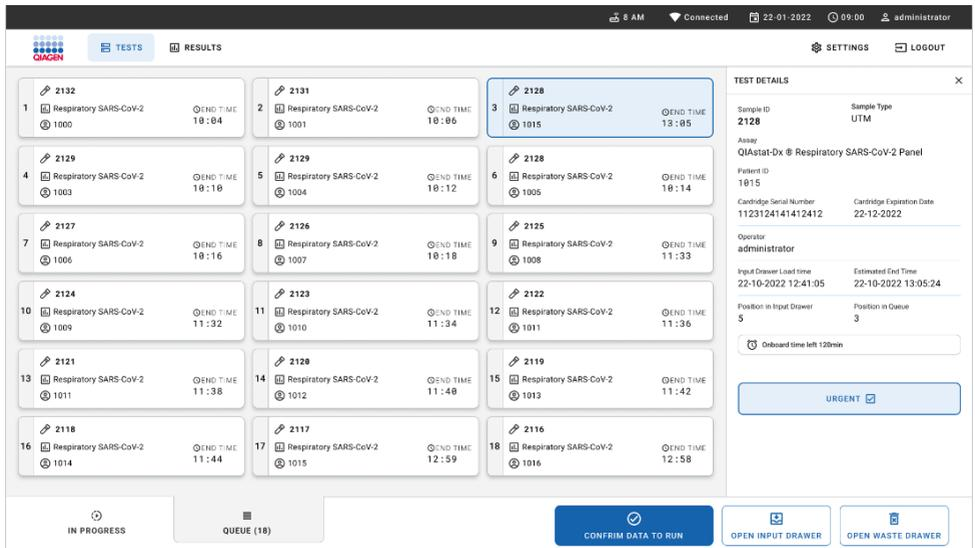

Figura 63. La pantalla Sample Queue (Cola de muestras) con un ensayo seleccionado que muestra información adicional.
Si selecciona una prueba en la pantalla táctil, se muestra información adicional en la sección View details (Ver detalles) de la pantalla (figura 63).
14. Pulse el botón **confirm data to run** (confirmar datos para ejecutar) de la pantalla cuando todos los datos mostrados sean correctos (figura 63). Después de ello, es obligatoria una confirmación más por parte del operador para ejecutar las pruebas (figura 65).